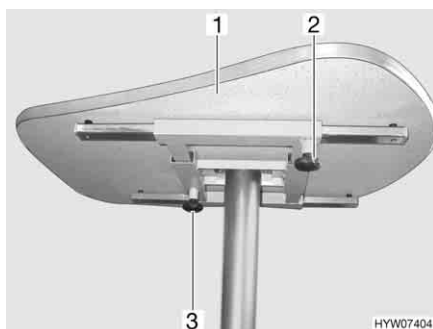

Fig. 79 Tavolo fisso con piede del tavolo ancorato
- Svitare la vite a testa cilindrica zigrinata (Fig. 79,2).
- Spingere il piano del tavolo (Fig. 79,1) nella posizione desiderata.
- Svitare la vite a testa cilindrica zigrinata (Fig. 79,3).